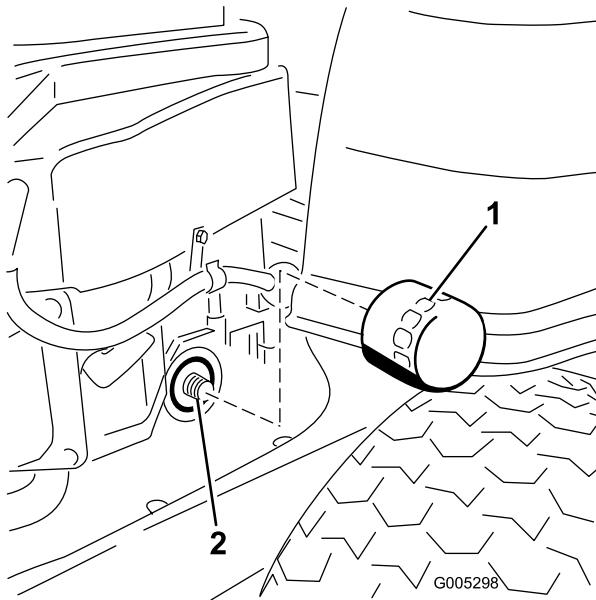

Figura 30
10. Localice el filtro de aceite situado en el lado derecho del motor. Retire el filtro usado y límpie con un paño limpio el adaptador del filtro (Figura 30).
12. Instale el filtro de aceite nuevo en el adaptador. Gire el filtro de aceite en el sentido de las agujas del reloj hasta que la junta de goma entre en contacto con el adaptador, luego apriete el filtro de $3/4$ a una vuelta más (Figura 30). Limpie cualquier exceso de aceite del bastidor.